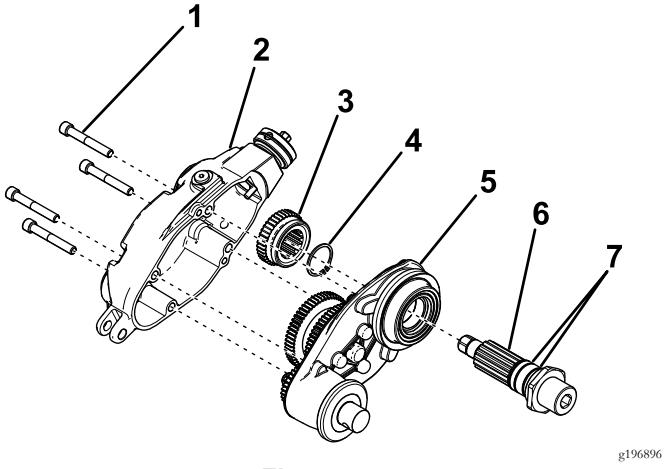

Figura 4
- Retire los 4 pernos que sujetan la cubierta de la transmisión del groomer (Figura 4).
- Retire la cubierta y deslice el engranaje motor para sacarlo del árbol de transmisión (Figura 4).
- Retire el anillo de retención y empuje el conjunto del árbol de transmisión para sacarlo de la carcasa del groomer (Figura 4).
- Retire y deseche las juntas tóricas del conjunto del árbol de transmisión (Figura 4).